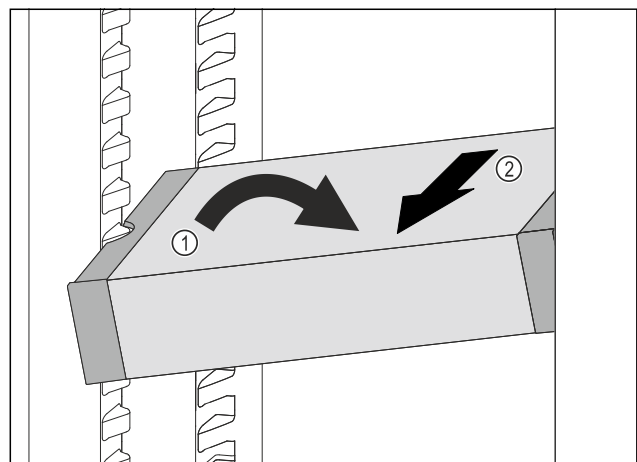

Fig. 158
- ▶ Расположите VarioSafe в холодильном отделении под наклоном. Fig. 158 (1)
- ▶ Извлеките VarioSafe движением вперед. Fig. 158 (2)